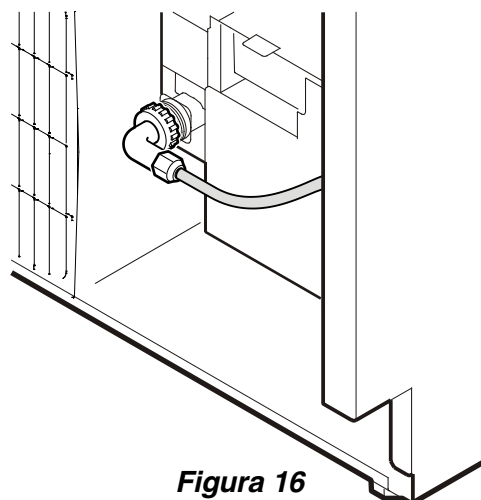

Figura 16
- Atornille el adaptador del diámetro exterior a la válvula magnética (**Figura 16**).